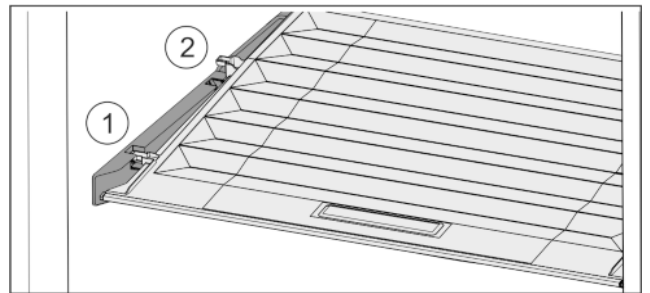

Fig. 33
- Vedä kantta kiinnikkeissä olevaan aukkoon saakka eteenpäin Fig. 33 (1).
- Nosta sitä takaosasta ja ota se pois yläkautta Fig. 33 (2).